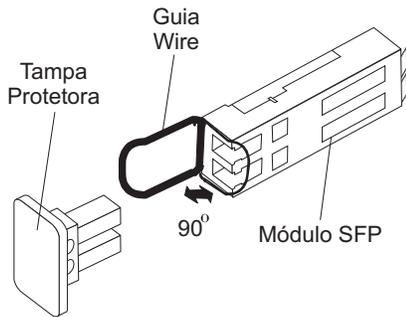

Figura 23. Módulo SFP e Tampa Protetora
2. Remova a tampa protetora do módulo SFP, conforme mostrado na Figura 23. Guarde a tampa protetora para utilização futura.
2. Se necessário, remova a tampa protetora do módulo SFP, como mostra a Figura 23 na página 50. Guarde a tampa protetora para utilização futura.